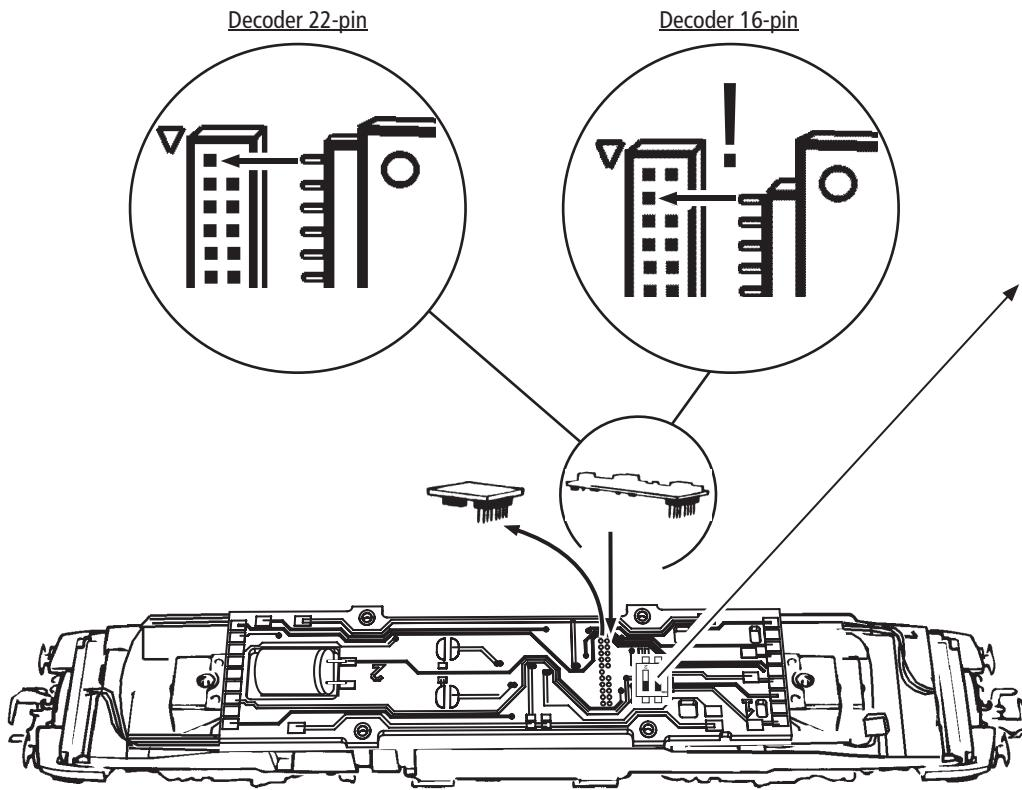

Fig. 7
**2. Schmierung:** Versehen Sie die im Schmierplan in Fig. 7 gekennzeichneten Stellen mit nur **kleinen Öltropfen**. Dazu zuerst das Lokgehäuse abnehmen (Fig. 4). Wir empfehlen den ROCO **Öler Art.-Nr. 10906**. Fürs Schmieren der Getriebeteile (Zahnräder, Schnecke) empfehlen wir das **ROCO-Spezialfett Art.-Nr. 10905**. Im Falle der Schmierung diese Teile **nicht ölen**.
**2. Lubrication:** Apply **tiny oil drops** to spots marked in fig. 7. Prior to lubrication dismantle locomotive (fig. 4). We recommend using item no. **10906, Roco oiler**. For lubrication the gearparts (e.g. cogwheels, worm) we would recommend our Roco **special grease** (item no. **10905**).